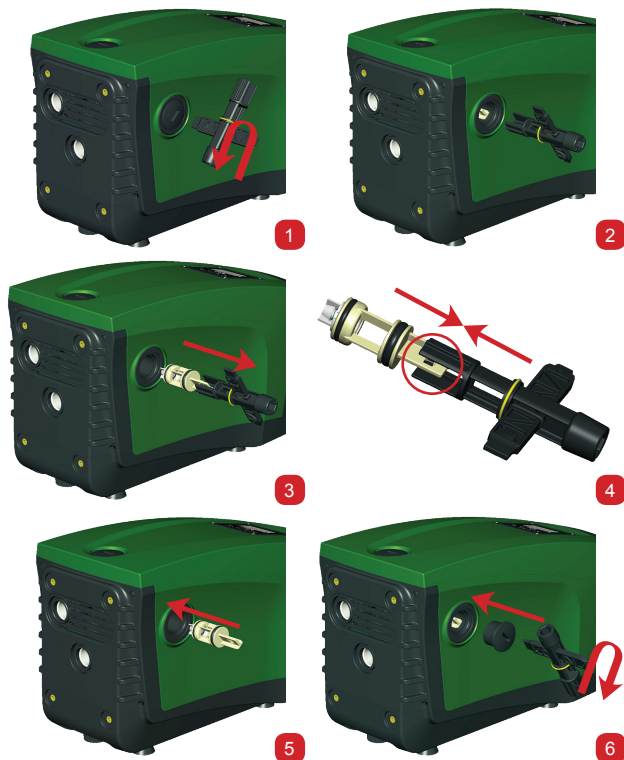

Рисунок 28
- 1 - снимите пробку доступа к клапану (Рис. 28);
- 2- вставьте крестообразный дополнительный ключ, концом “F” (пар. 10.1) так, чтобы захватить язычок с отверстием при помощи захватов с защелками (Рис.28);
- 3 - извлеките без вращения: эта операция может потребовать приложить некоторое усилие. Вынимается наружу картридж, который также несет с собой клапан для проведения техобслуживания. Картридж остается на ключе (Рис. 28);
- 4 - отсоедините картридж от ключа: нажатием друг против друга защелки освобождаются, после этого можно вынуть сбоку картридж (Рис. 28);
риджа без возможности освобождения (Рис. 28);
7 - Затяните пробку до упора: если картридж не был продвинут в правильное положение, завинчивание пробки ведет к его правильному размещению (Рис. 28).
- 1 - Снимите защитную заглушку вала двигателя, как показано на Рис.28;